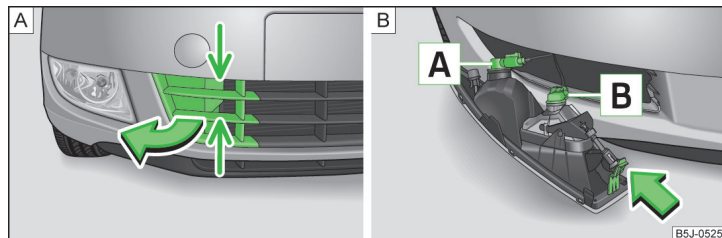

Fig. 158 Parachoques delantero: Rejilla protectora/desmontaje del faro antiniebla
Asignación de bombillas » fig. 158.
- Agarre la rejilla protectora por los puntos indicados por flechas » fig. 158 - **A** y extraiga la caperuza protectora en el sentido de la flecha.
- Meta la mano en la apertura de la rejilla protectora y presione la pestaña de enclavamiento » fig. 158 - **B** en el sentido de la flecha.